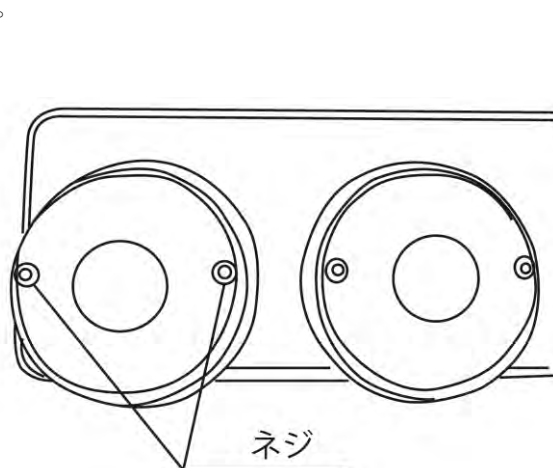

図1
- ① 3連テールLEDの電源配線を車輻から取り外してください。
- ② 交換するLEDアンバーランプの2本のネジを、反時計回転方向に回して取り外してください（図1参照）。